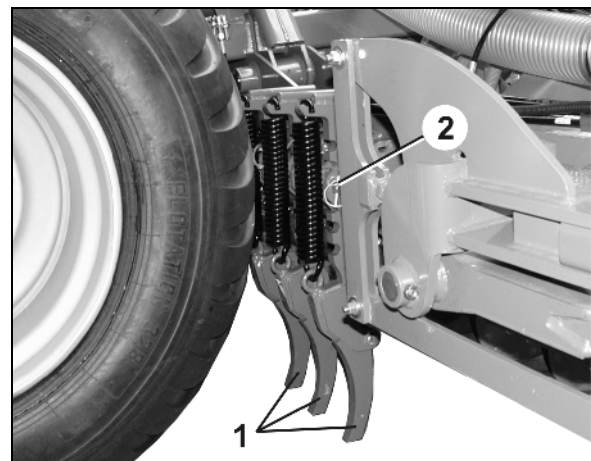

Bild 101
3. Ställ in arbetsdjup genom att flytta bulten (Bild 101/2) i spårluckrarens tandning (Bild 101/1) och säkra med låssprint.